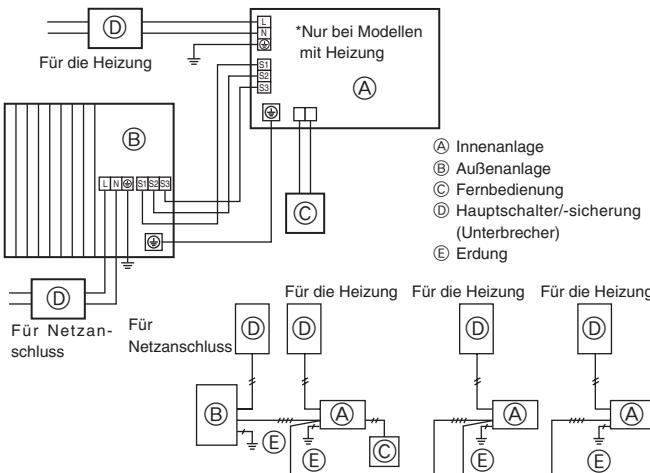
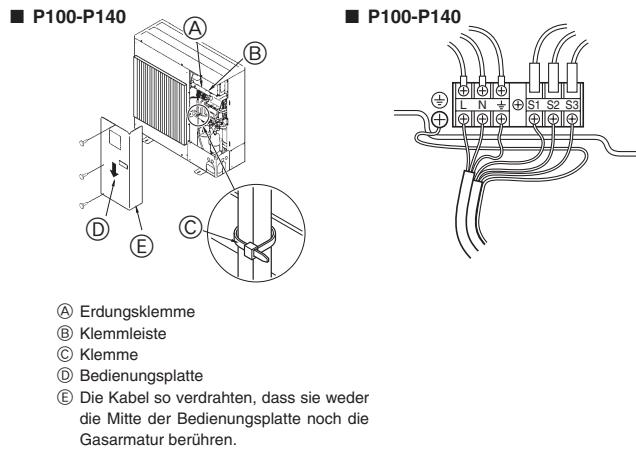

Fig. 6-1
Fig. 6-2
6.1. Außenanlage (Fig. 6-1, Fig. 6-2)
- ① Die Bedienungsplatte abnehmen.
- ② Die Kabel gemäß der Abb. 6-1 und der Abb. 6-2 verdrahten.